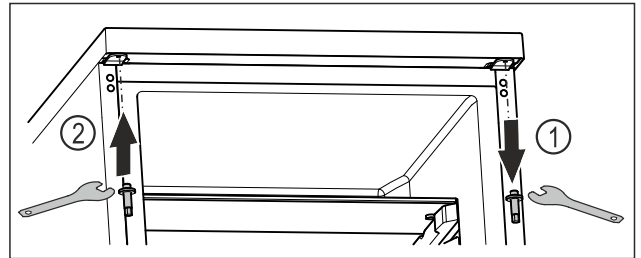

Fig. 19
- ▶ Svitare il perno superiore con una chiave esagonale. Fig. 19 (1)
- ▶ Avvitare il perno sul lato opposto con una chiave esagonale. Fig. 19 (2)